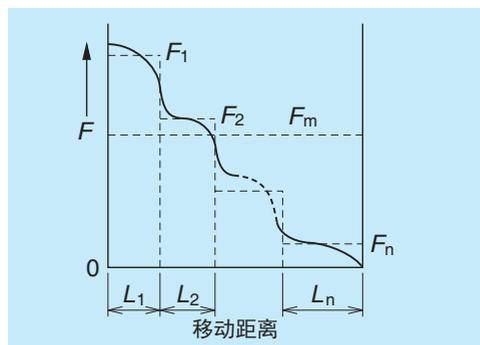

图 2.3 阶段性变动负载
##### (1) 当负载和行走距离产生阶段性变化时 (图 2.3)